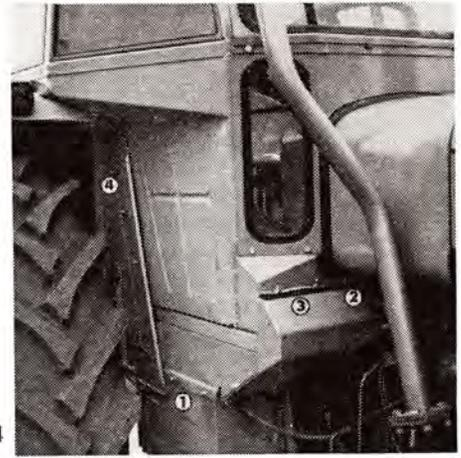

Abb. 94
- Der Untersatz ist mit zwei Schrauben M 6 an die Batteriekästen (Abb. 94/1) anzuschrauben und rückwärts mit einer Schraube M 6 an den Kotflügel zu befestigen.
- Auf den linken Untersatz ist mit zwei Schrauben M 6 das Abdeckblech des Fahrerhauses anzuschrauben, auf den rechten Untersatz ist von unten die rückwärtige Schraube M 6 (Abb. 94/2) aufzusetzen, auf diese eine Gummiunterlagscheibe und das Klemm- und Abdeckblech; die Schraube wird nicht festgezogen.
- Im Vorderteil an der rechten Kabinenseite sind unterhalb des Untersatzes die restlichen zwei Schrauben M 6 in die Öffnungen einzuschieben, die Gummi-Unterlagscheiben und das obere Anziehblech sind aufzulegen und mit Muttern (Abb. 94/3) zu sichern.
- An der rechten Seitenwand ist zwischen diese und den Kotflügel eine Gummiunterlage einzulegen; in die Kotflügelöffnungen sind drei Schrauben M 6 einzuschieben und mit Muttern (Abb. 94/4) zu sichern.